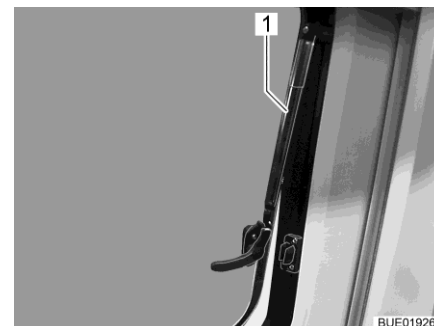

Bild 20 Överkantshängt fönster med automatik-spärrar, öppet
- Öppna det överkantshängda fönstret till önskat läge. Låt det överkantshängda fönstret haka i självständigt med (Bild 20,1) automatiska-spärrar.